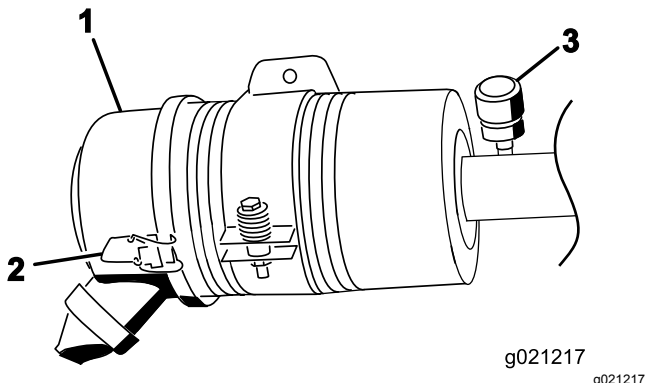

Bild 69
Warten Sie den Luftfilter nur, wenn die Wartungsanzeige dies angibt (Bild 69). Das frühzeitige Auswechseln des Luftfilters erhöht nur die Gefahr, dass Schmutz in den Motor gelangt, wenn Sie den Filter entfernen.
1. Lösen Sie die Laschen, mit denen die Abdeckung am Luftfilterkörper befestigt ist (Bild 69).